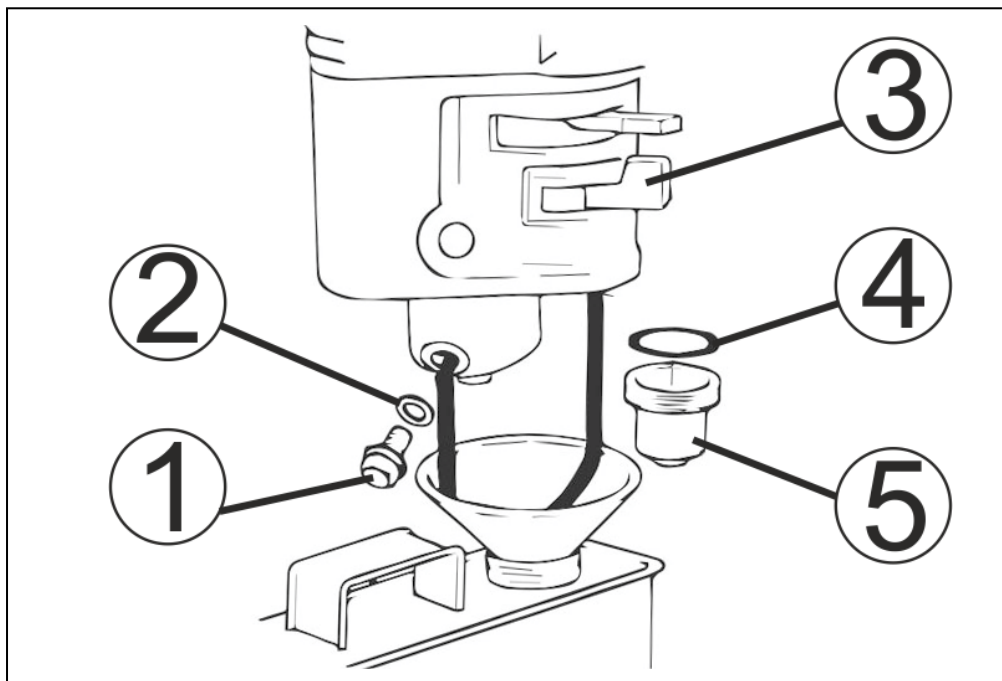

Рис. 18. Обслуживание фильтра-отстойника.
1. Установите рычаг топливного крана (3) (Рис. 18) в положение «ЗАКРЫТО».
3. Открутите болт (1) сливного отверстия и слейте топливо из поплавковой камеры карбюратора.